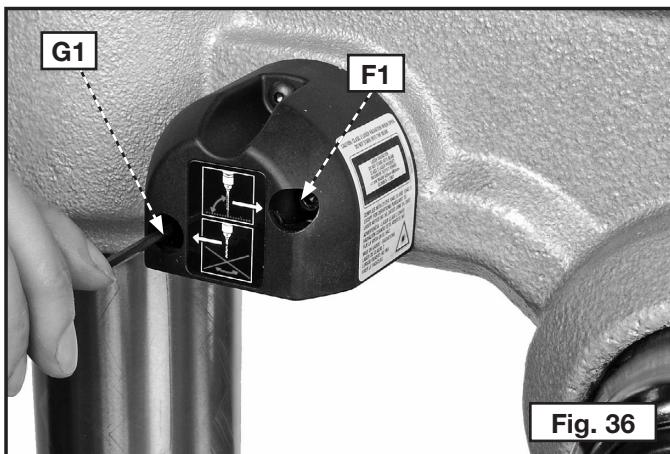

Fig. 36
2. Répétez cette opération avec la nacelle gauche du laser et sa ligne, à l'aide de la vis avant (F1), fig. 36.